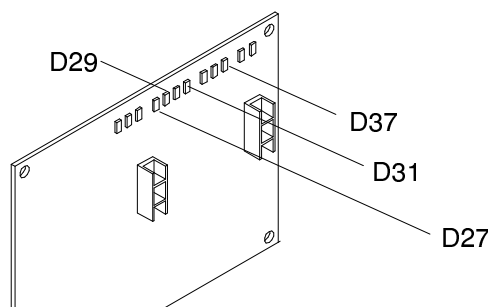

Fig. 24
c) Qualora il led D37 non si accenda, ma si accendono regolarmente il D27 (corrispondente al microinterruttore della maniglia destra) e il led corrispondente al pulsante della maniglia di sinistra premuto (D29 o D30 o D31) controllare ed eventualmente sostituire il fusibile 1A (cod. 02008816, tav. 8) e in caso estremo la scheda elettronica (cod. 02E03947, tav. 8). Se non avviene l'accensione regolare dei led: D29, D30, D31 e D27, verificare il cablaggio dai microinterruttori dei pulsanti alla scheda e i microinterruttori stessi (cod. 02E03927, tav. 2). Qualora il led D37 non si accenda e neppure i led D29, D30, D31 e D27, sostituire il rele' di sicurezza (cod. 02E04017, tav. 8) (Fig. 24).
c) Qualora il led D37 non si accenda, ma si accendono regolarmente i led D31 e D27, controllare ed eventualmente sostituire il fusibile 1A (cod. 02008816, tav. 8) e in caso estremo la scheda elettronica (cod. 02E03947, tav. 8). Se non avviene l'accensione regolare dei led D31 e D27, verificare il cablaggio dai microinterruttori dei pulsanti alla scheda e i microinterruttori stessi (cod. 02E03927, tav. 2). Qualora il led D37 non si accenda e neppure i led D31 e D27, sostituire il rele' di sicurezza (cod. 02E04017, tav. 8) (Fig. 24).